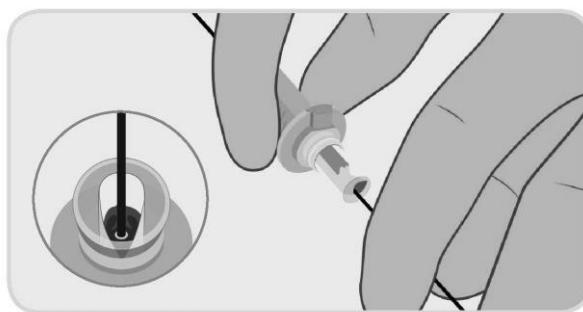

Figura 7. Carregamento do fio-guia na cânula do dispositivo.
- a. Utilize solução salina não heparinizada para lubrificar o fio-guia durante a inserção. Insira o fio-guia no implante dentro da cânula de carregamento, Figura 7, continue a inserir o fio-guia até que saia pela parte de trás da pega do Dispositivo de encerramento PerQseal+. Segure a Bainha introdutora PerQseal a um ângulo baixo relativamente ao eixo longitudinal da artéria (por exemplo, 20°) e mantenha a bainha introdutora tão reta quanto possível, para evitar dobras.
Nota 2: Segure apenas na parte posterior da cânula de carregamento durante a inserção, como indicado na Figura 7.